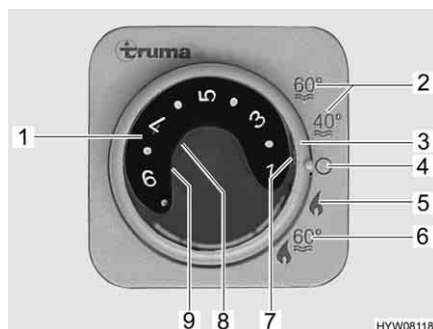

Fig. 52 Centralina di controllo per riscaldamento/boiler
- Impostare la modalità di funzionamento tramite l'interruttore girevole (Fig. 52,3).
A seconda della temperatura ambiente desiderata, il riscaldamento seleziona automaticamente il livello del bruciatore necessario. Al raggiungimento della temperatura ambiente desiderata, il bruciatore si spegne. Durante la modalità di funzionamento "Riscaldamento e boiler" (Fig. 52,6) è riscaldata anche l'acqua nel boiler. Nella modalità di funzionamento "Riscaldamento senza boiler" (Fig. 52,5) è possibile far funzionare il riscaldamento con il boiler vuoto.
- Impostare la manopola della temperatura (Fig. 52,1) sulla centralina di controllo scegliendo la potenza desiderata.
- Posizionare l'interruttore girevole (Fig. 52,3) su funzionamento invernale "Riscaldamento senza boiler" (Fig. 52,5) o "Riscaldamento e boiler" (Fig. 52,6).
Si accende la spia verde di controllo (Fig. 52,7).
- Posizionare l'interruttore girevole (Fig. 52,3) su "O" (Fig. 52,4).